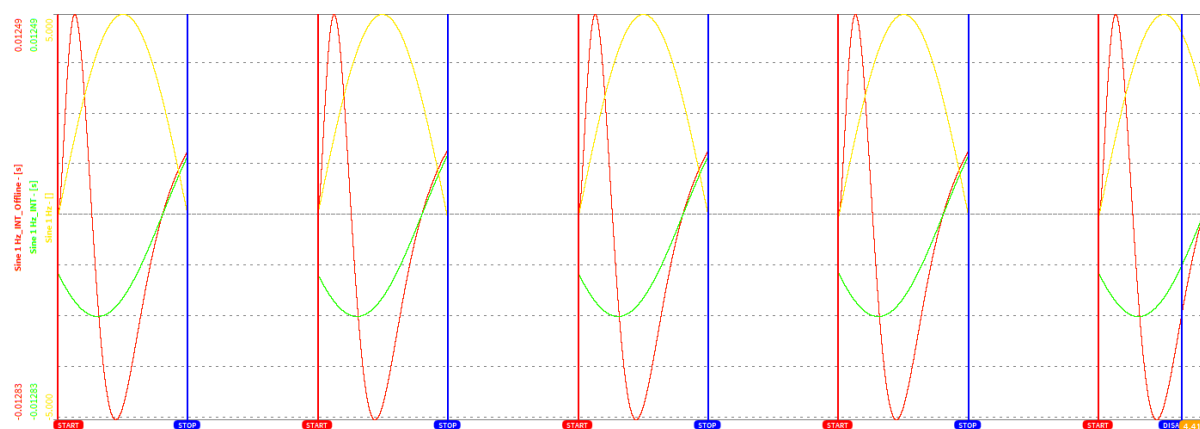

Abb. 7.167: Abweichung zwischen offline und online berechneten Filterkanälen im Fall einer ereignisgesteuerten Aufzeichnung
- Bitte beachten Sie, dass ein offline erstellter Filterkanal sich von einem online Filterkanal unterscheidet, z.B. am Anfang der Datei oder im Fall von ereignisgesteuerten Aufzeichnungen (siehe *Triggerereignisse*). Im Beispiel, dargestellt in *Abb. 7.167*, ist der grüne Kanal ein online berechneter Integrator, angewendet auf den gelben Analogkanal, und der rote Kanal ist ein offline berechneter Integrator, auch angewendet auf den gelben Analogkanal, mit denselben Einstellungen. Die Abweichung zwischen dem grünen und roten Kanal entsteht aufgrund dessen, da der offline berechnete Integrator am Anfang jedes Ereignisses oszilliert, im Gegensatz zum online berechneten Integrator, da analoge Daten jederzeit verfügbar sind.